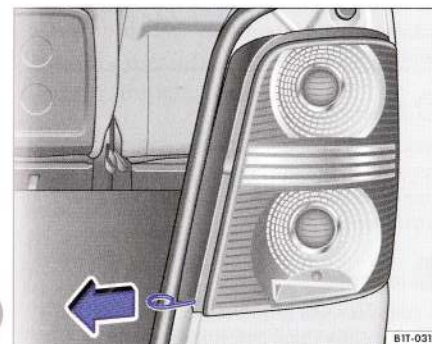

Fig. 53 Lampa din spate: Îndepărtarea capitonajului
4. Introduceți mânerul de sârmă în orificiul mic din capitonajul lămpii, rotiți mânerul spre centrul autovehiculului și trageți capitonajul cca. 1 cm în sensul săgeții ⇒ fig. 53.